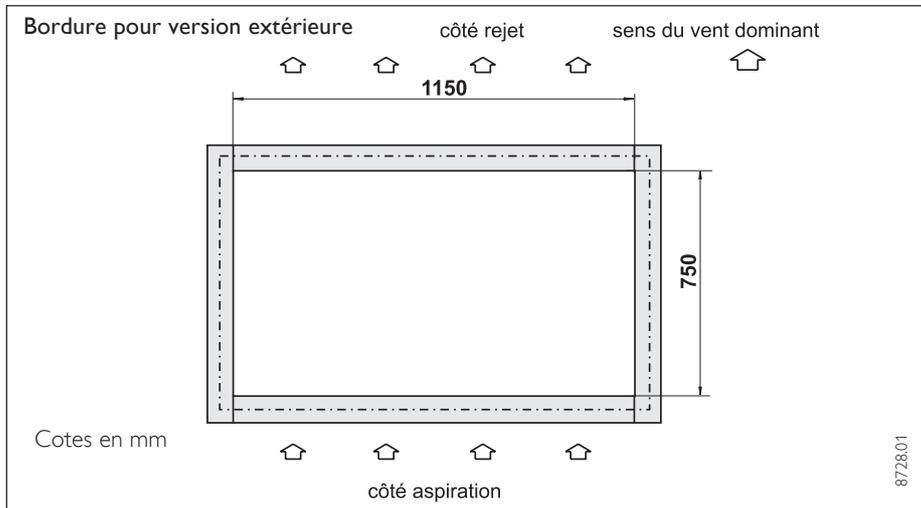

Fig. 5
- bordures (fig. 5)
En version intérieure, il faut d'abord raccorder le coude livré avec l'accessoire « pièces d'habillage » (pos. 4 de fig. 8). Ensuite, faire tourner le tube départ eau de 180° environ (cf. fig. 5).